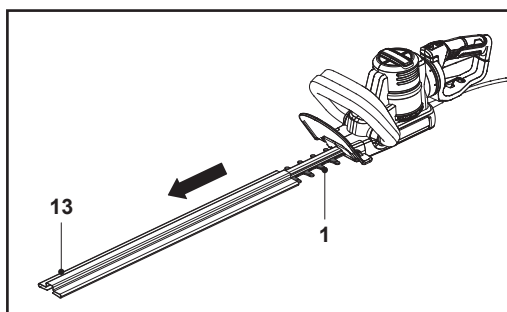

Fig. 1
1. Retirer le protège-lame (13) du dispositif de coupe (lame) (1) avant utilisation (Fig. 1).
2. Conserver le protège-lame (13) en lieu sûr.